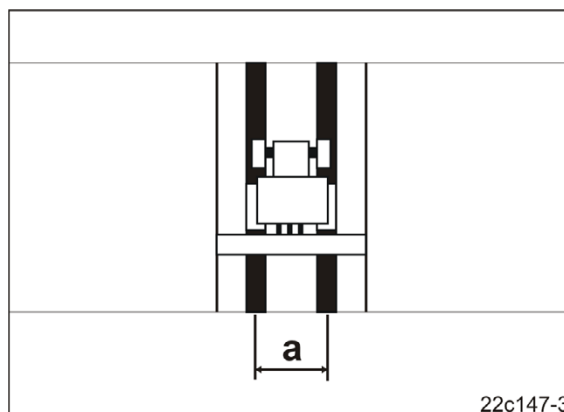

Fig. 98
- Sporvidde (Fig. 98/a) til pleietraktoren